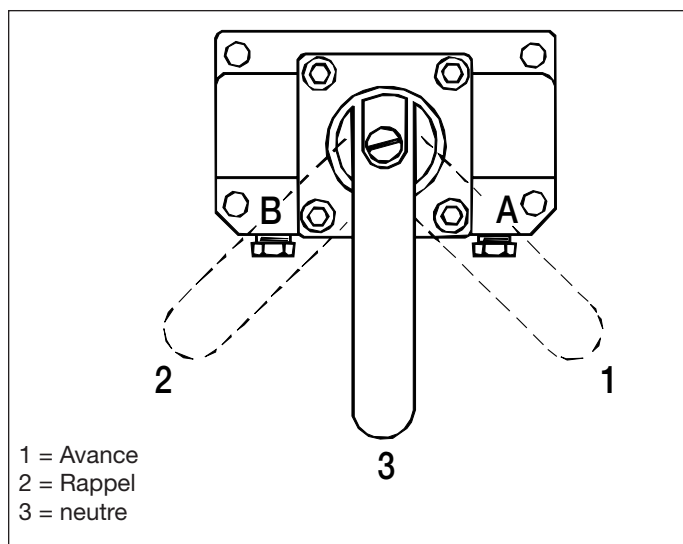
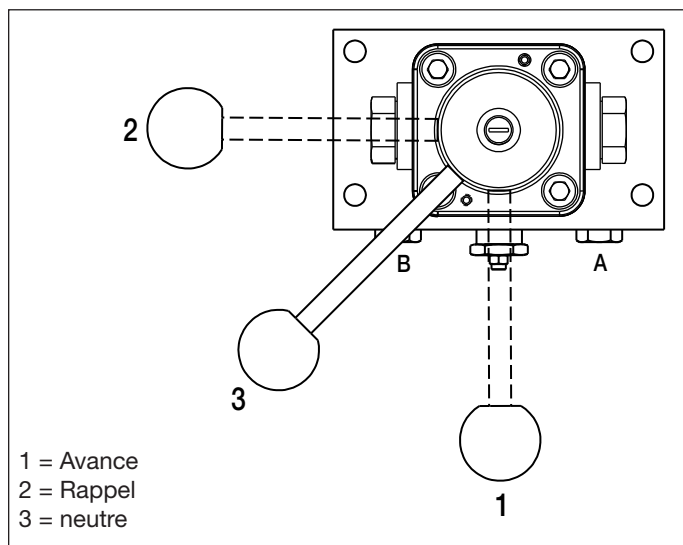

Figure 11, Positions de la poignée de valve,
Figure 12, Positions de la poignée de valve,
4. Faire tourner la soupape de commande en position neutre (« 3 »). Voir la figure 11 pour les positions de la soupape VM33 et VM43. Voir la figure 12 pour les positions de la soupape VM33M et VM43M.
4. Faire tourner la soupape de commande en position neutre (« 3 »). Voir la figure 11 pour les positions de soupape.